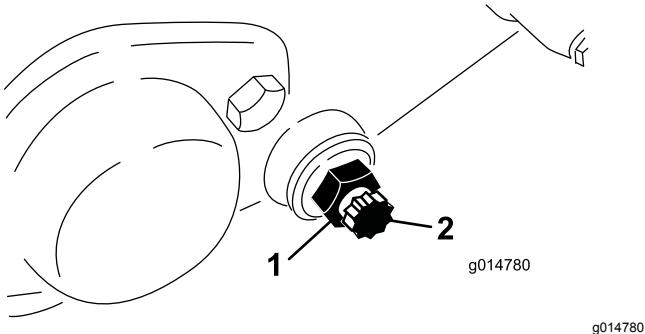

Figura 57
- Desaperte a porca de bloqueio que segura a cavilha da barra de apoio, em cada um dos lados da máquina (Figura 57).
- Remova cada uma das cavilhas da barra de apoio, de modo a permitir puxá-la e retirá-la da máquina. Guarde as duas anilhas de nylon e as duas anilhas de aço prensado de cada uma das extremidades da barra de apoio (Figura 57).